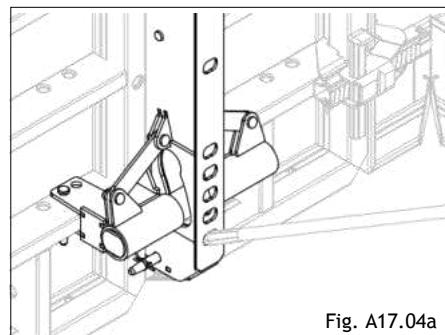

Fig. A17.04a
4. Поставете елемента в кофираща позиция с помощта на арматурен прът. Арматурният прът се натиска надолу. (Fig. A17.04a, A17.04b)